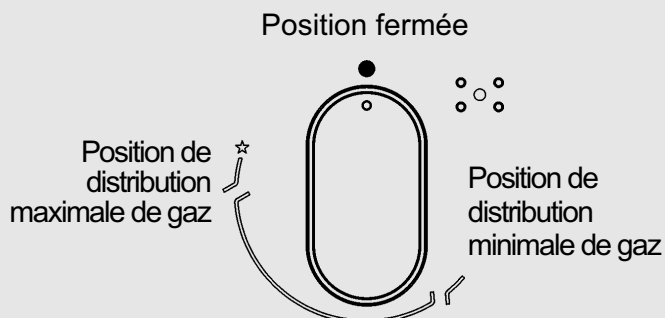

FIG. 22
Enfoncez et tournez en sens inverse horaire le bouton correspondant au brûleur à utiliser, tournez-le sur la position Maximum (grande flamme fig. 22) puis appuyez à fond sur le bouton.
Pour les brûleurs munis d'un thermocouple de sécurité, tournez en sens inverse horaire le bouton correspondant au brûleur à utiliser, tournez-le sur la position Maximum (grande flamme fig. 22) jusqu'à ce que vous sentiez un arrêt léger puis appuyez sur le bouton. Lorsque le brûleur est allumé, maintenez le bouton enfoncé pendant 10 secondes environ.
- Lorsque le point d'ébullition est atteint, tournez le bouton sur Minimum (petite flamme fig. 22).
- ***l'allumage des brûleurs avec un thermocouple de sécurité n'est possible que lorsque le bouton se trouve sur la position Maximum (fig. 22).***
- allumez le brûleur et tournez le bouton sur le Minimum (petite flamme fig. 22).